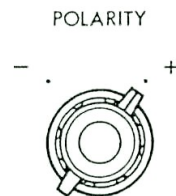

図 6
4. 印加するサージの極性を POLARITY 切替つまみ⑫で設定します。(図 6 は+に設定した例)